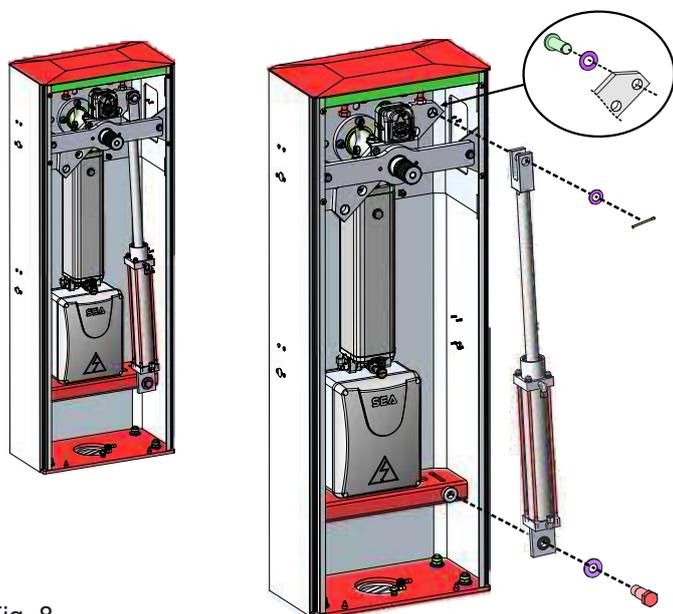

Fig. 8
- desenroscar el pistón hidráulico - Fig. 8, liberarlo de las mangueras hidráulicas evitando que se entrelacen, luego colocar el pistón en el lado opuesto del barrera y apretar con los tornillos de fijación - Fig. 9
⚠ Para el correcto equilibrado del brazo, se recomienda desenroscar el pistón del balancín, como se muestra en el capítulo 4 - Fig. 8 o Fig. 9